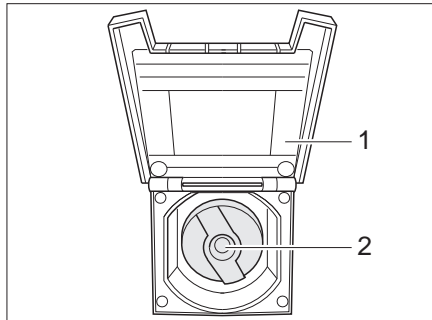

Fig. 237 Tapa de cierre para el tubo de llenado de agua potable
- Abrir la tapa (Fig. 237,1) para el tubo de llenado de agua potable.
- Introducir la llave en el cilindro de cierre (Fig. 237,2) y girarla un cuarto de vuelta en sentido contrario a las agujas del reloj.
- Abrir el tubo de llenado de agua potable (Fig. 237).